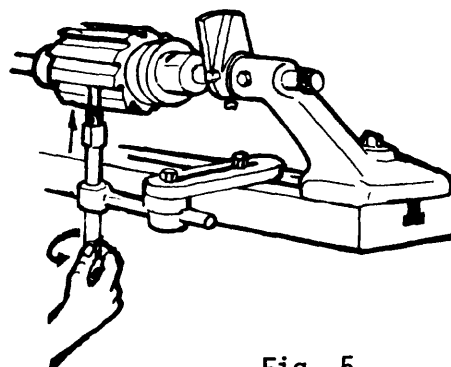

Fig. 5
- g Desplace la lámina por medio del tornillo micrométrico hasta que la punta haga contacto debajo del diente (fig. 5).